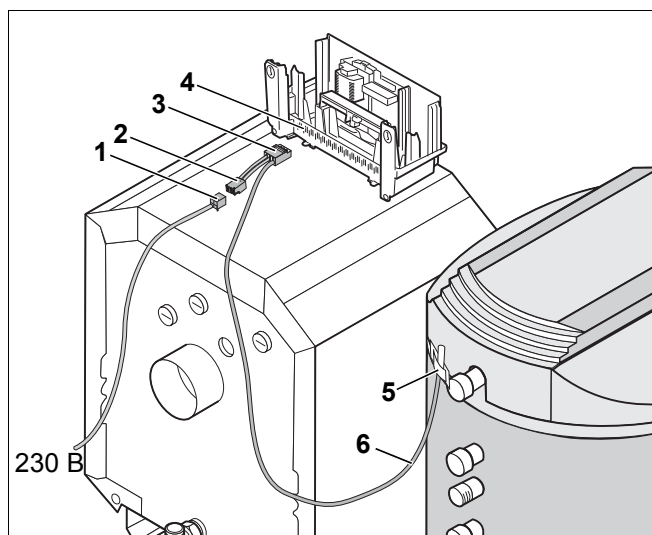

Рис. 8 Подключение к электросети
- Отсоединить штекер сетевого кабеля (рис. 8, **поз. 1**) от колодки штекерного разъема регулирующего устройства (рис. 8, **поз. 4**).
- Проложить кабель бака-водонагревателя (рис. 8, **поз. 6**) к регулируемому устройству котла. Проводка не должна соприкасаться с горячими частями котла.
- Подсоединить штекер кабеля бака-водонагревателя (рис. 8, **поз. 3**) в колодку штекерного разъема регулирующего устройства (рис. 8, **поз. 4**).
- Подсоединить штекер сетевого кабеля (рис. 8, **поз. 1**) в гнездо кабеля бака-водонагревателя (рис. 8, **поз. 2**).